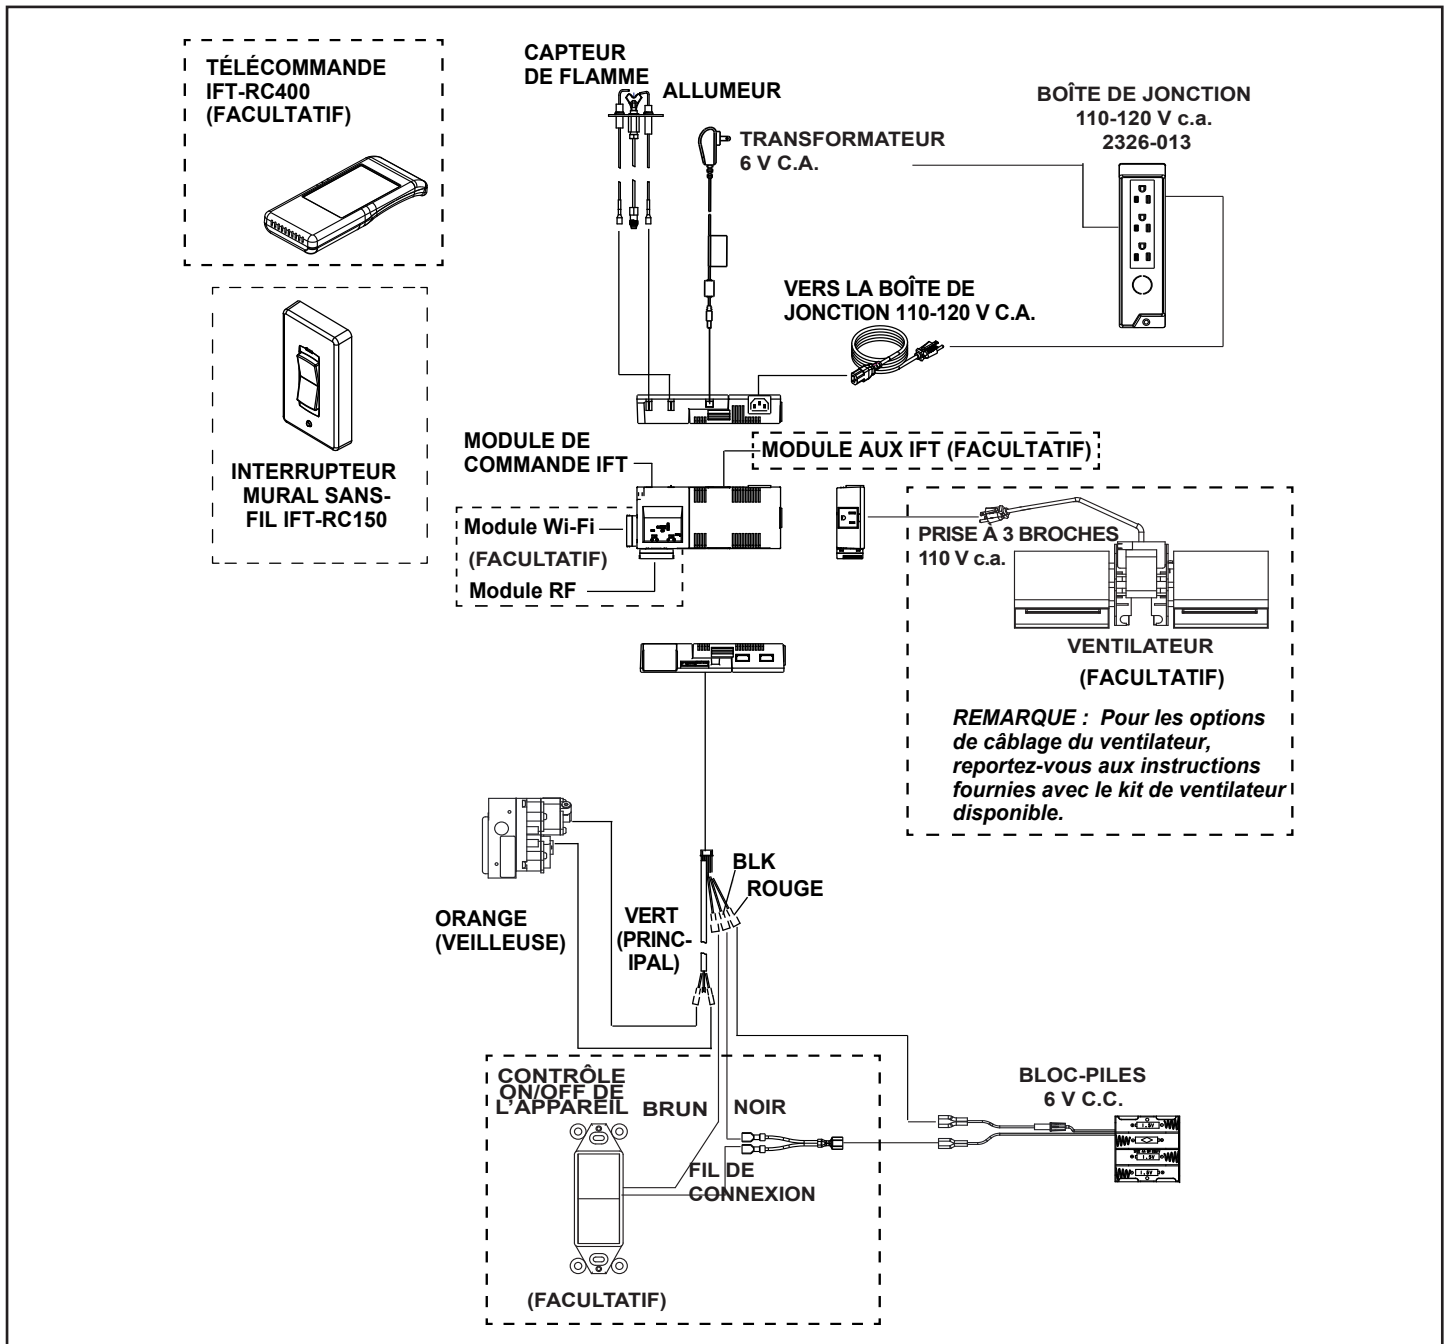

Figure 6.3 Schéma de câblage du système d'allumage par veilleuse IntelliFire (IPI)
- Consultez la figure 6.3, schéma du câblage IntelliFire Tactile.